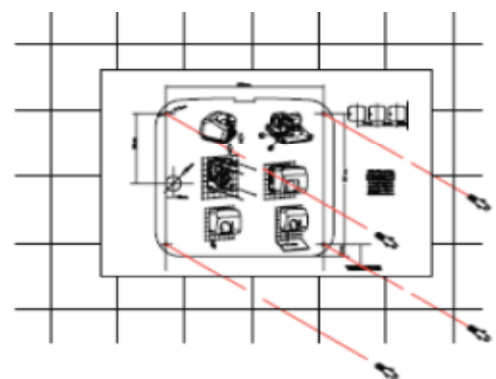

Abb. 6
Der Netzanschluss wird in erster Linie und am Besten durch eine hintere Leitung vorgenommen. (Abb. 6).
1. Bohren Sie die 4 Löcher mit einem  $\varnothing$  von 8 mm ( $\varnothing 0.31''$ ) mit Hilfe der mitgelieferten Schablone. Entfernen Sie den dabei entstehenden Staub von den Löchern. Führen Sie die 4 mitgelieferten Dübel ein, bis sie mit der Wand abschließen (siehe Abb. 6).